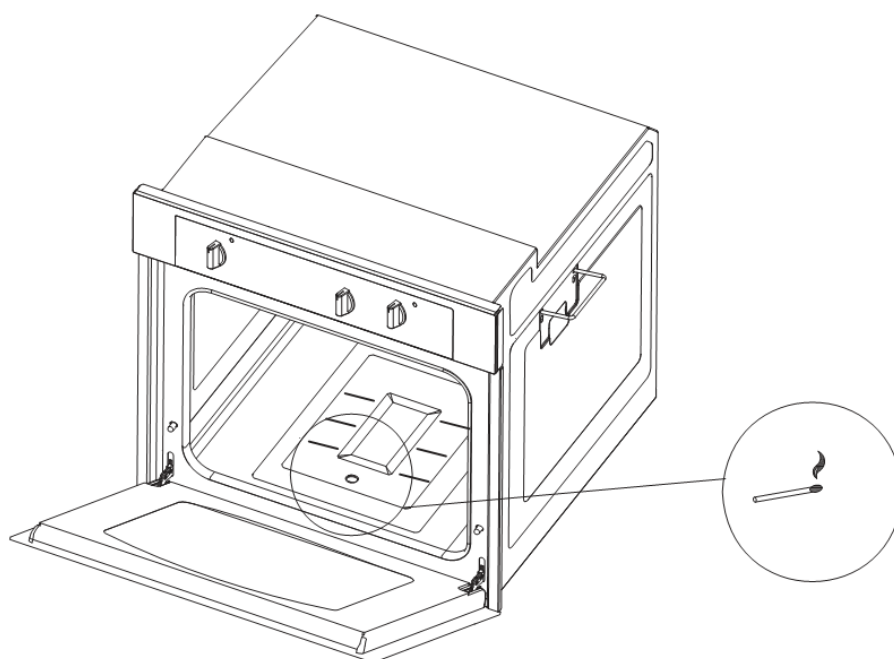

Рис. 9
3. Поднесите зажженную спичку или зажигалку к отверстию горелки, как указано на Рис. 9.